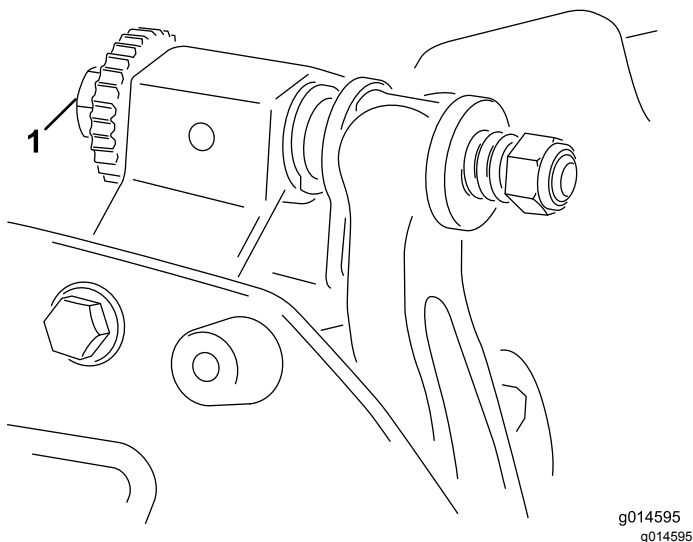

图9
- 顺时针旋转底刀架调节螺丝 **图9** 一次调整一格直到感觉并听到轻微的接触。
6. 向右转动底刀架调节螺丝 图9 通过左右滑动薄垫片直至感到薄垫片上存在轻微的压力。取出薄垫片。